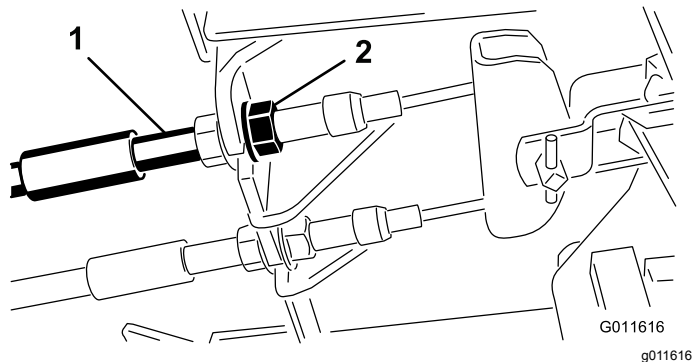

图45
1. 要缩短刹车踏板的自由行程可以通过松开刹车拉线螺纹端的前螺母紧固刹车图45。